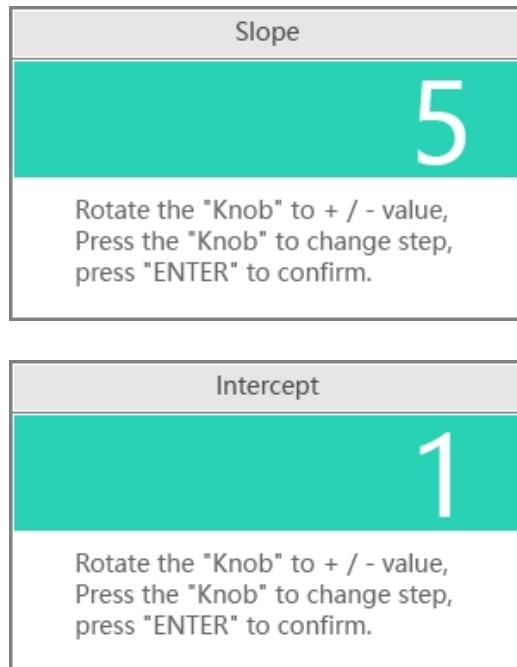

Fig. 6-11 Pente et ordonnée à l'origine
- 2 En fonction de l'invite (Figure 6-11), entrez les valeurs de la pente K et de l'ordonnée à l'origine B de l'équation  $C=K*A+B$ , et appuyez sur "ENTER" pour terminer.